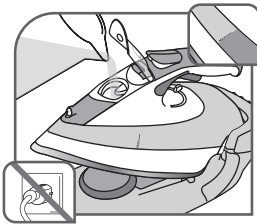

Fig.5
- Töltsd fel a tartályt a „MAX” jelzésig – **fig.5.**